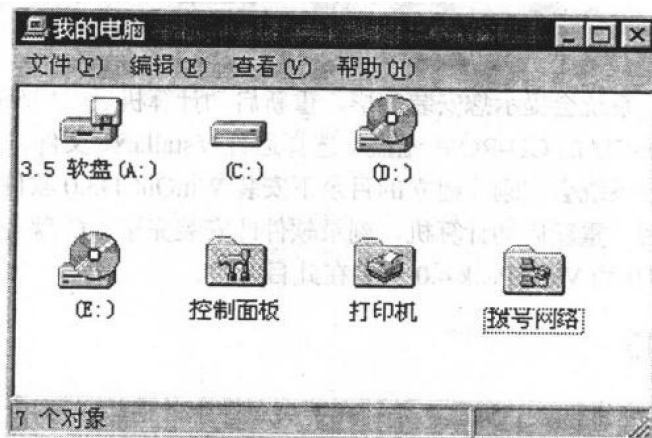

图 1.2
6. 打开“我的电脑”，在这里可看到 Windows 95 已检测出两台光驱，如图 1.2 所示。